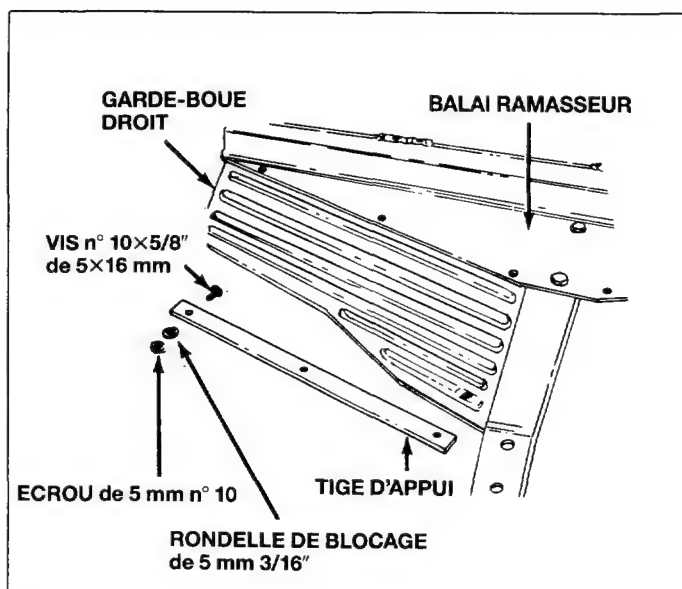

Fig. 4
3. Installez sur le balai ramasseur les protections droite et gauche en utilisant six vis à tête fendue de 4×16 mm (n° 10×5/8"), six rondelles de blocage, six écrous, et deux tiges d'appui. Voir la figure 4. Placez les tiges d'appui sous la protection et sous le balai ramasseur. Insérez ensuite les vis à tête fendue dans le couvercle et la tige, fixez-les avec des rondelles de blocage et des écrous. Serrez à fond la protection et la tige de traction.